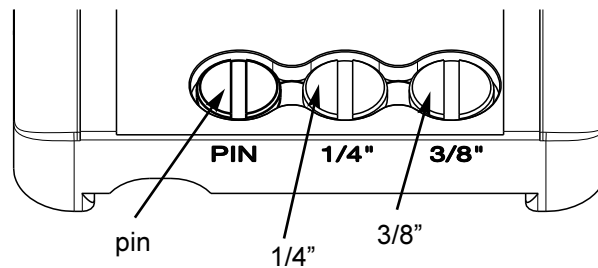

Abb. 3
- ⇨ Falls Sie Ihre Kamera entweder mit zwei 3/8" Schrauben oder mit einer 1/4" Schraube und einem Pin befestigen wollen, haben Sie die Möglichkeit, die in den Parkpositionen (siehe Abb. 3) positionierten Schrauben zu verwenden.